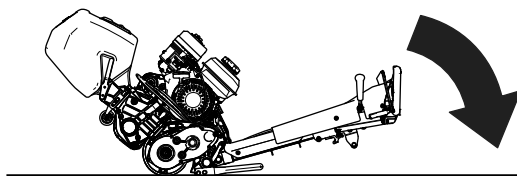

Figura 4
1. Para acceder a la unidad de corte, baje el manillar de la unidad de tracción al suelo (Figura 4).